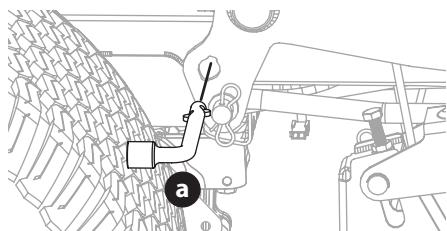

Figure 44
5. Sur les tracteurs équipés du bouton ou de la goupille de levage du plateau de coupe, utilisez la pédale et le bouton de levage du plateau pour placer le plateau dans la position la plus basse puis utilisez l'outil multiple (a) (le cas échéant) pour verrouiller les composants de l'élévateur du plateau en place (Figure 44). Sur les tracteurs équipés d'une poignée de levage du plateau, abaissez le plateau dans la position la plus basse.